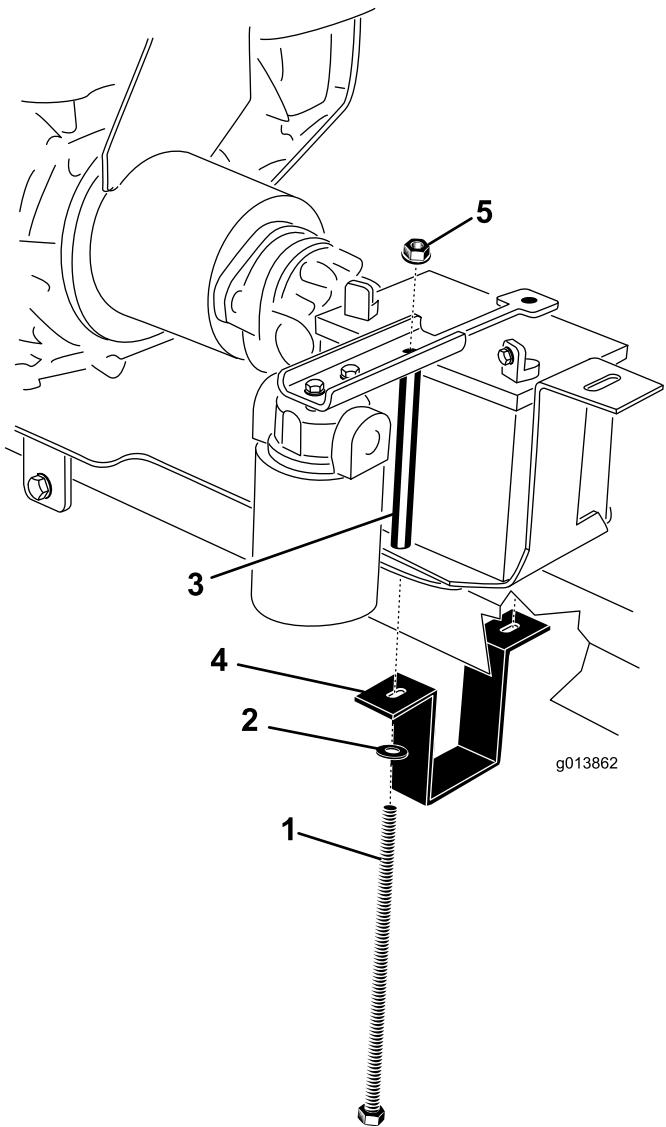

図 8
21. エンジン取り付けブラケットを調整して、このブラケットがヒッチに対してしっかりと取り付くようにする。エンジン取り付けブラケットをエンジン取り付けプレートに固定しているボルト 2 本をしっかりと締め付ける（図 8）。
23. バッテリートレイにバッテリーを載せる； 端子が図 8のようになるように載せること。
24. バッテリーにバッテリー押さえを取り付ける（図 8）。
25. バッテリー取り付け用ストラップを、ヒッチチューブの下に保持する（図 8）。
26. 右側では、ワッシャ、バッテリー押さえストラップ、エンジン取り付けプレート、バッテリートレイ、バッテリー押さえを貫通させて、バッテリーボルトを取り付ける。そしてフランジナットで仮止めする（図 8）。
27. 左側では、ワッシャ、バッテリー押さえストラップ、エンジン取り付けプレート、バッテリートレイ、バッテリーボルトチューブ、バッテリー押さえを貫通させて、ボルトを取り付ける。そしてフランジナットで仮止めする（図 8）。